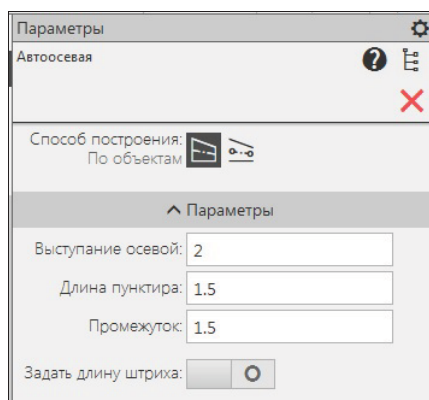

Рис. 13.14. Панель
- ◆ вызовите команду **Автоосевая**. На панели **Параметры: Автоосевая** (рис. 13.14) задайте параметры осевой линии с помощью элементов секции **Параметры** и выберите способ построения осевой линии: